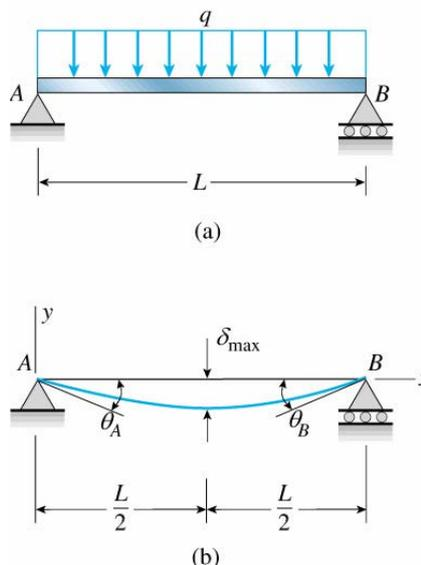

Figura 8 - Deflexões de uma viga simples com um carregamento uniforme.
1. Determine a equação da curva de deflexão para uma viga simples AB suportando um carregamento uniforme de intensidade  $q$  atuando por toda a extensão da viga (Figura 8). Determine também a deflexão máxima  $\delta_{max}$  no ponto médio da viga e os ângulos de rotação  $\theta_A$  e  $\theta_B$  nos apoios. A viga tem comprimento  $L$  e rigidez a flexão  $EI$  constante.